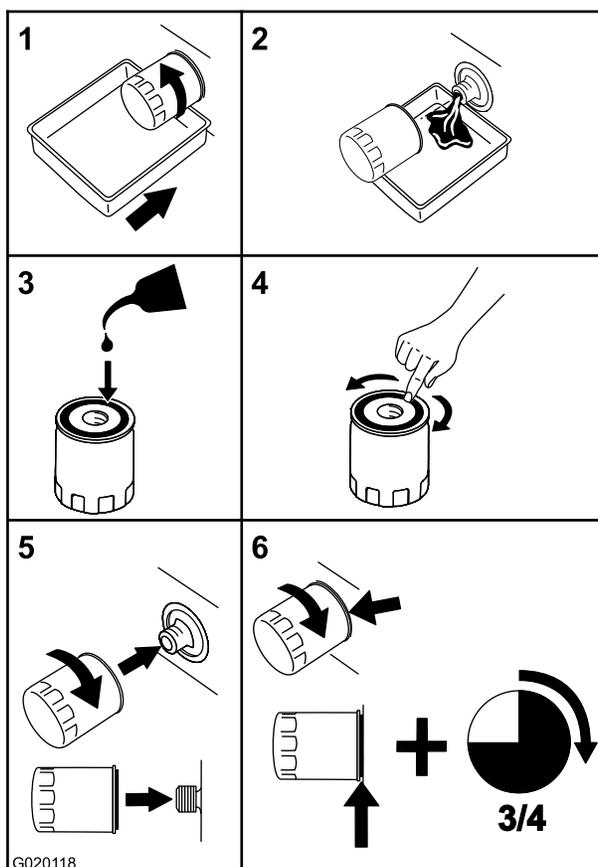

Figure 53
6. Placez un bac sous le filtre pour récupérer l'huile qui s'écoule quand le filtre et les bouchons d'aération sont retirés (Figure 53).
1. Appliquez une fine couche de d'huile sur la surface du joint en caoutchouc de chaque filtre (Figure 53).
2. Vissez le filtre dans le sens horaire jusqu'à ce que le joint en caoutchouc rencontre l'adaptateur puis vissez-le de 3/4 de tour à 1 tour supplémentaire (Figure 53).